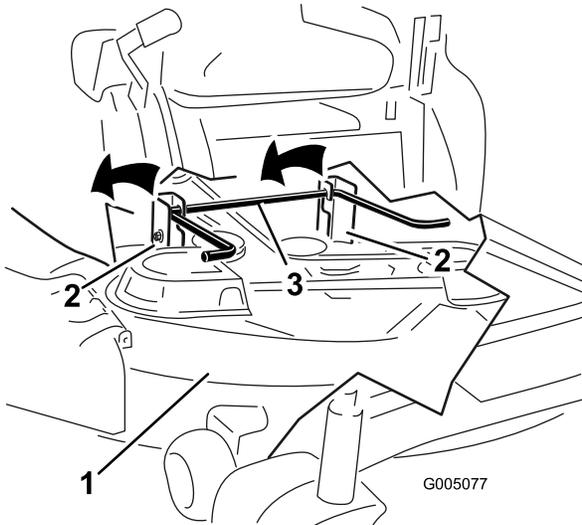
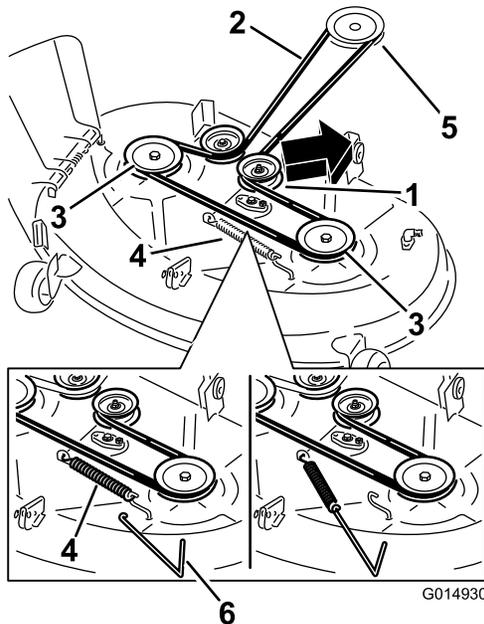
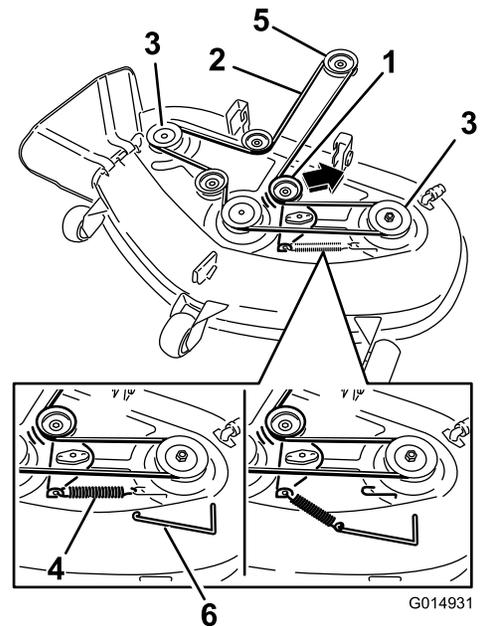

Figure 57
Figure 59
Figure 60
5. En vous aidant des poignées, soulevez le tablier de coupe et les supports pour les dégager de la tige de levage arrière et abaissez le tablier au sol avec précaution (Figure 57 et Figure 59).
5. À l'aide d'un outil de dépose de ressort (réf. Toro 92-5771), décrochez le ressort du crochet sur le tablier pour éliminer la tension sur la poulie de tension et déchaussez la courroie des poulies (Figure 59 et Figure 60).
- Acheminez la courroie neuve autour de la poulie du moteur et des poulies du tablier de coupe (Figure 59 et Figure 60).
- À l'aide d'un outil de dépose de ressort (réf. Toro 92-5771), accrochez le ressort au crochet situé sur le tablier, ce qui a pour effet d'exercer une tension sur la poulie de tension et la courroie du tablier de coupe (Figure 59 et Figure 60).
- Soulevez l'arrière du tablier de coupe et guidez les supports sur la tige de levage arrière (Figure 57).